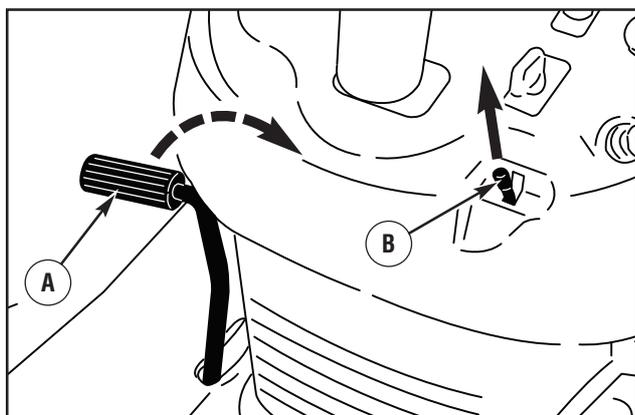

Figura 14: Freno di parcheggio
2. Sollevare la **leva del freno di parcheggio** (figura 14).